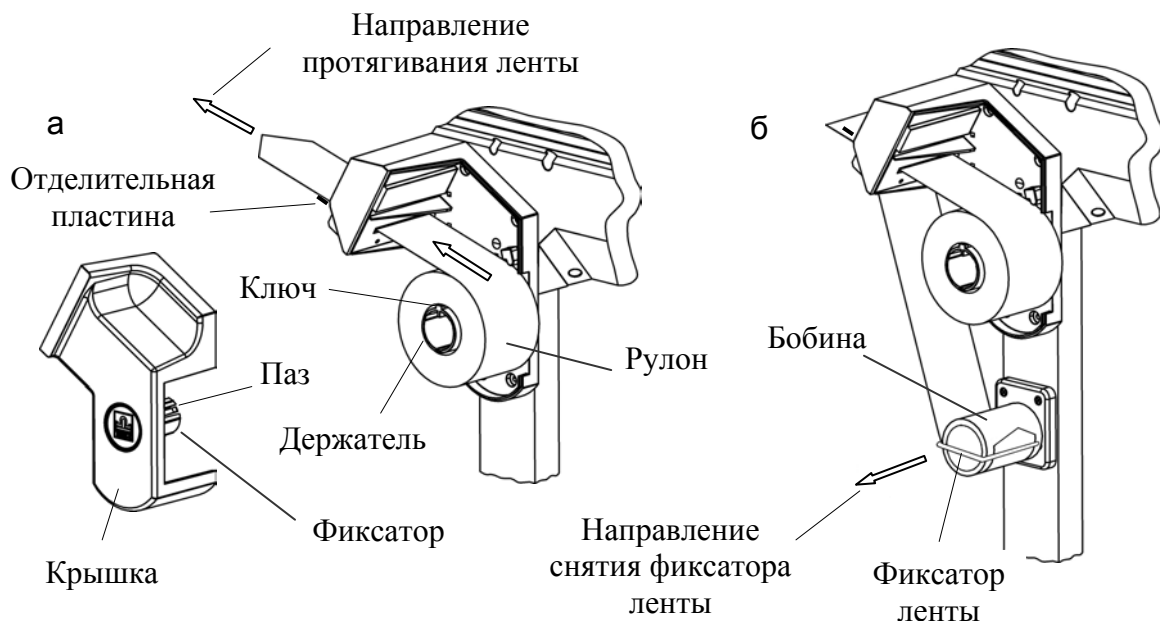

Рисунок 6.1 - Заправка рулона с этикетками:
- рукой взяться за крышку печатающего устройства, и легким рывком снять ее (рис. 6.1а);
- надеть рулон на держатель (рис. 6.1а);
- обеспечивая попадание ключа держателя в паз втулки крышки (рис. 6.1а), надеть до упора крышку печатающего устройства;
- обеспечивая совпадение ключей втулки крышки и держателя (положение ключей показано стрелкой на рис. 6.1а), надеть до упора крышку печатающего устройства;
- потянув рукой за фиксатор в направлении указанном стрелкой (рис. 6.1б), снять фиксатор с бобины вместе с израсходованной лентой (при ее наличии);
- провернуть бобину с лентой на 360° рукой, в направлении указанном стрелкой (рис. 6.1б). Край этикетки отделится от подложки;